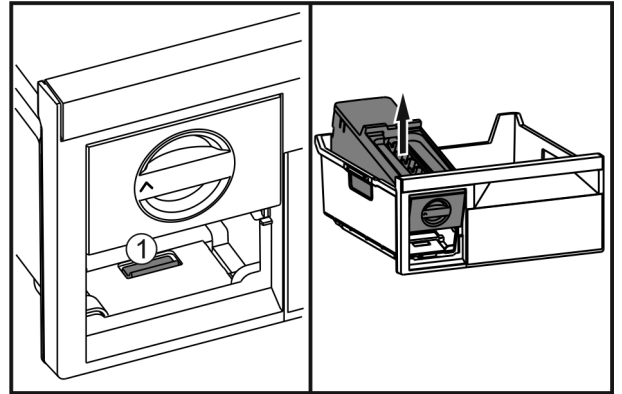

Fig. 55
- ▶ Натиснути на накладку Fig. 55 (1), EasyTwist-Ice підняти ззаду і витягнути з висувного ящика для заморожування.